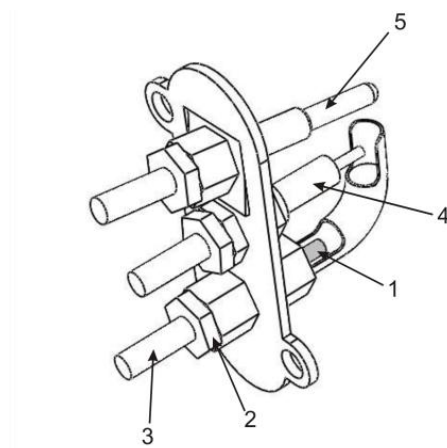

Рис.5. Устройство узла запальной горелки
- Приподнимите запальник. Ключом на 10 открутите муфту подводящей медной трубки 2 (рис.5).
- Выньте из канала смесителя медную трубку 3 (рис.5) вместе с соплом 1 (рис.5) и замените последнее согласно таблице 1.